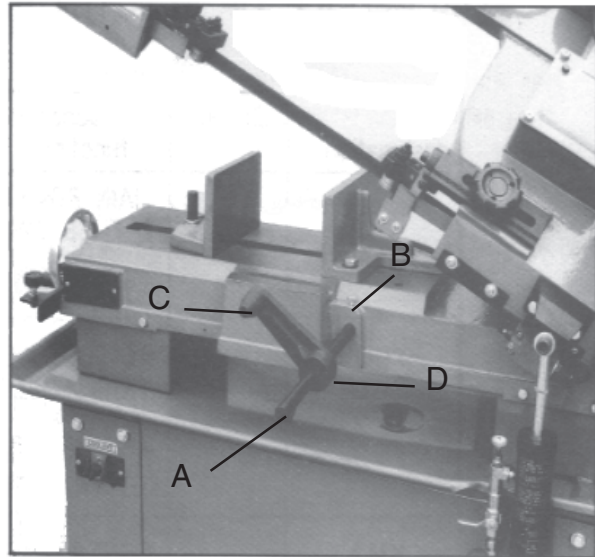

Fig. 1
4. Die Längsanschlagwelle (A, Fig 1) montieren und mit Schraube (B) sichern. Schiebbarer Anschlag (C) mittels Stellschraube (D) sichern.